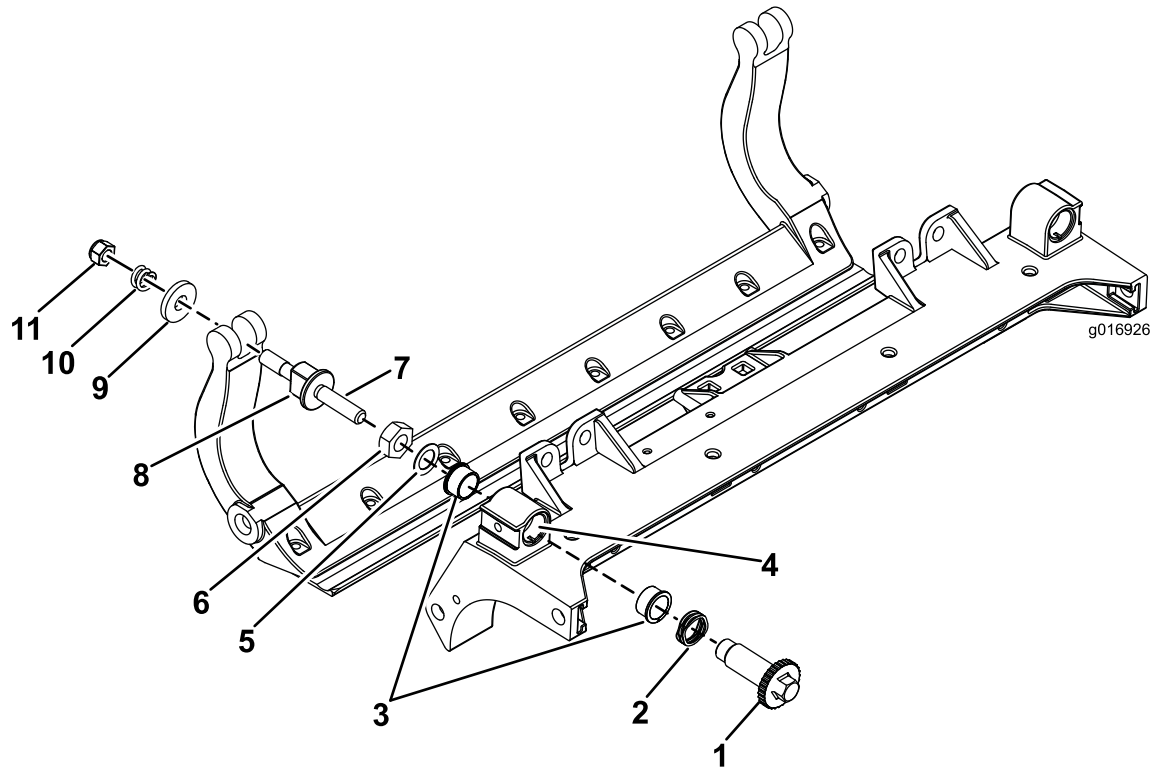

Figura 41
- 1. Retire todas las piezas (consulte las *Instrucciones de instalación* del Kit HD DPA y la Figura 41).
- 2. Aplique compuesto antigripante en la parte interior de la zona de los casquillos del bastidor central de la unidad de corte (Figura 41).
- 3. Alinee los salientes de los casquillos con brida con las ranuras del bastidor, e instale los casquillos (Figura 41).
- 4. Instale una arandela ondulada sobre el eje del ajustador e introduzca el eje del ajustador en los casquillos con brida del bastidor de la unidad de corte (Figura 41).
- 5. Sujete el eje del ajustador con una arandela plana y una contratuerca (Figura 41).
- 12. Coloque una arandela de acero por fuera de cada arandela de nylon (Figura 41).
Nota: Las arandelas del interior pueden tener cierta holgura (Figura 41).